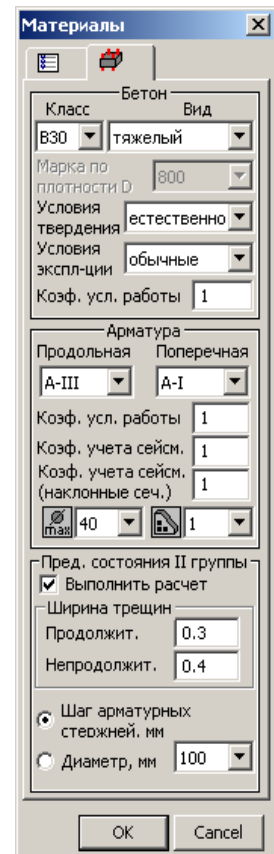

Рис.6.2.1. Окно диалога **Материалы**
- В окне диалога **Материалы** (рис. 6.2.1) в обеих закладках проанализируйте выводимые на экран данные.